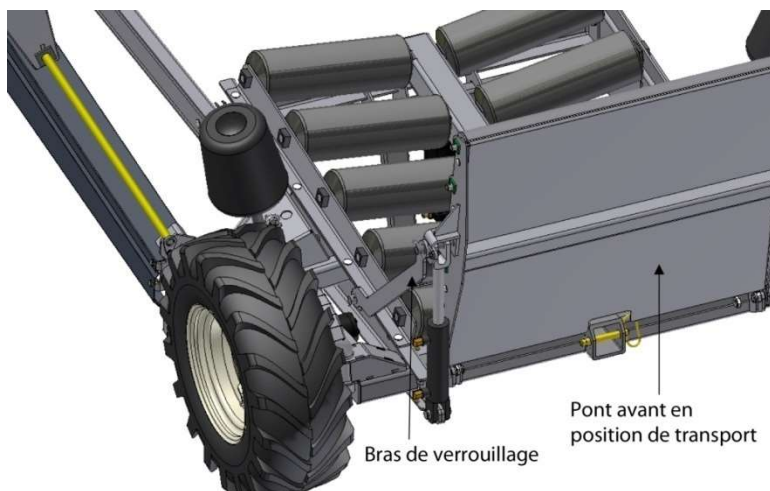

Figure 7 – Verrouillage du pont avant en position de transport
2. Soulevez le pont avant (Figure 7) jusqu'en haut avec le levier (Figure 2).
3. Soulevez le bras de verrouillage du pont avant et placez-le pour qu'il retienne le pont avant en position haute (Figure 7).
4. Insérez la goupille pour fixer le bras de verrouillage au pont avant (Figure 7).